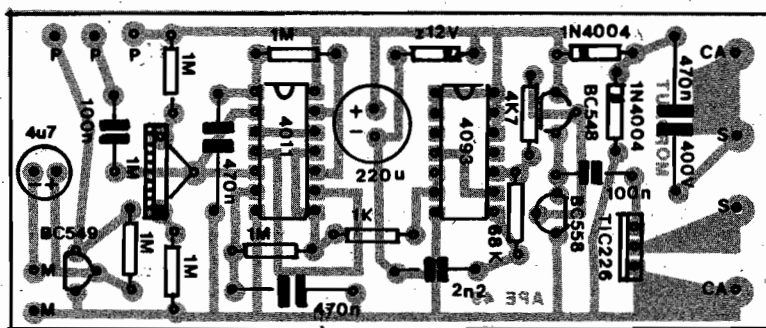

Fig.3
- FIG. 3 - "CHAPEADO DA MONTAGEM" - Para o verdadeiro Hobbyista, essa é a parte mais "gostosa" de qualquer montagem: inserir os componentes na placa e efetuar as soldagens... Entretanto, também é o estágio onde os maiores cuidados e atenções são necessários, já que qualquer inversão de posição, de terminais ou de valores, pode - simplesmente - "darnar" tudo...! Assim, observando o Impresso, pelo seu lado não cobreado, todas as principais peças colocadas, o Leitor deve dedicar especial atenção aos componentes polarizados (que têm
posição única e certa para a inserção/soldagem): os dois Integrados (referenciados pela extremidade que contém uma marquinha...), os três transistores (posicionados pela referência dos seus lados "chatos"), o TRIAC (lapela metálica voltada para o BC558...), os diodos (inclusive o zener...) também referenciados pela sua extremidade marcada e os capacitores eletrolíticos (com suas polaridades indicadas e devendo ser respeitadas...). Os demais componentes, resistores e capacitores comuns, não são polarizados, mas devem ter seus valores perfeitamente "lidos" e identificados, antes da inserção à placa... ATENÇÃO para a localização do capacitor de poliéster de 470n x 400V (os outros dois de 470n são para 250V...). Verificar "10 vezes", tudinho, antes de cortar os excessos de terminais, pelo lado cobreado... Observar, também, as boas condições dos pontos de solda, ausência de "curtos", "corrimentos", falhas, etc., também pelo lado do cobre... "Sobram" (no diagrama da fig. 3) várias ilhas nas bordas da placa, sem utilização (por enquanto...), mas devidamente codificadas... Destinam-se tais pontos às ligações externas, abordadas na próxima figura...